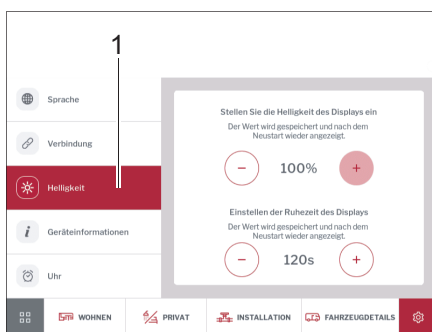

Bild 272 Ljusstyrka
- Klicka på knappen *Ljusstyrka* (Bild 272,1).